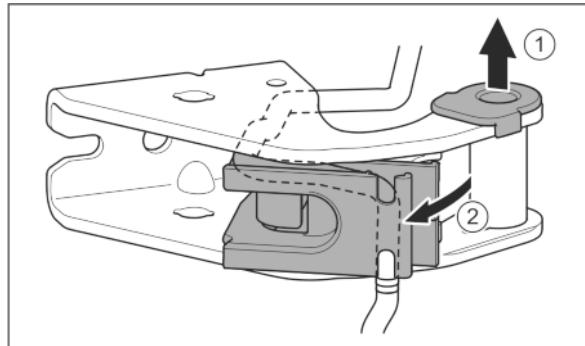

Fig. 28
- Опорную втулку вывести из направляющей. Fig. 28 (1)
- Отвести в сторону держатель кабеля. Fig. 28 (2)